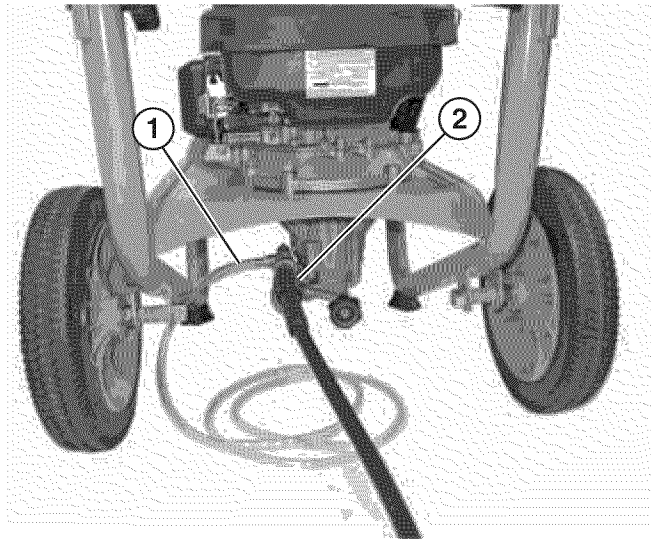

Figura 16 – Se muestra la instalación de la manguera de alta presión WP2500
14. Conecte la manguera de alta presión a la bomba y ajuste el accesorio de la manguera (Ver Figura 16). No apriete demasiado. El accesorio sólo se debe ajustar a mano.
15. Conecte la manguera de jabón al accesorio dentado si va a utilizar jabón (Ver Figura 16).